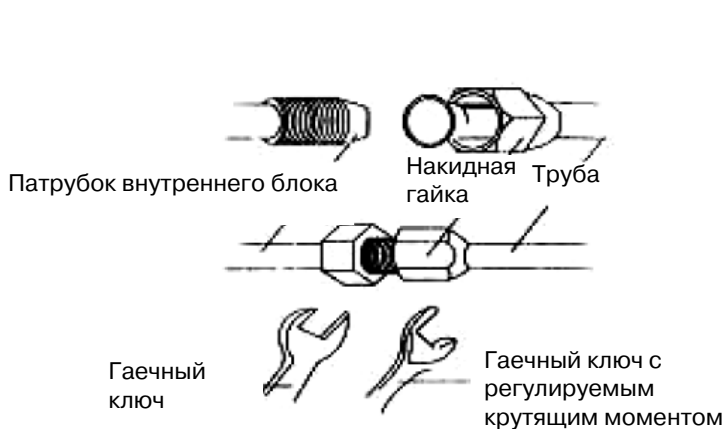

Рис. 1
- Подсоединяя трубы к блоку или отсоединяя их от блока, используйте одновременно два гаечных ключа: один обычный и один с регулируемым крутящим моментом (см. рисунок 1).